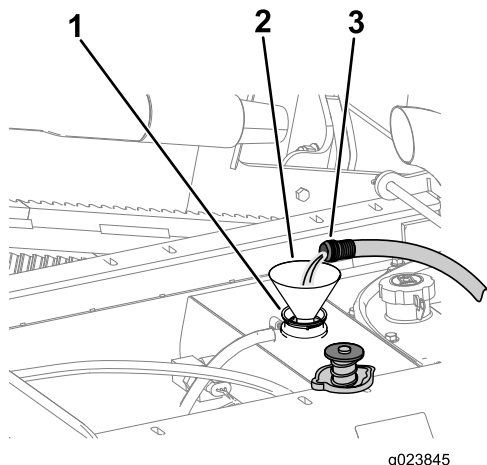

Рисунок 143
- В. Заполните радиатор чистой водой (Рисунок 143).